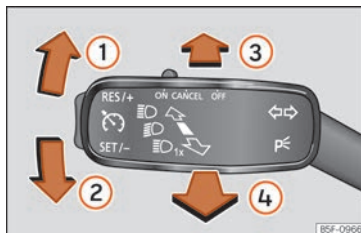

Abb. 95 Blinker- und Fernlichthebel.
- Drücken Sie den Blinker- und Fernlichthebel aus der Ausgangsstellung nach vorne » **Abb. 95** .
- **ODER:** Ziehen Sie bei eingeschaltetem Fernlicht den Blinker- und Fernlichthebel nach hinten »» **Abb. 95 4.**